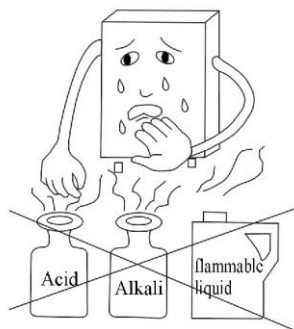

Fig.13
- Plaats geen handdoeken of kleding op de geiser. (Fig.13)